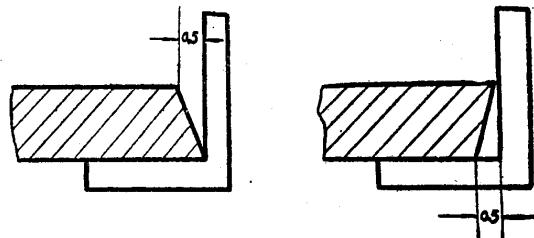

图 2
19. 钢板在刨之前，用固定在机床刀架上划线盘检查钢板安放在机床上的准确性，将钢板直线边缘刨成直角时，允许偏差 $<\pm 0.5\text{ m m}$ （即不超过半个铣点）并用样板进行检查，见图2：